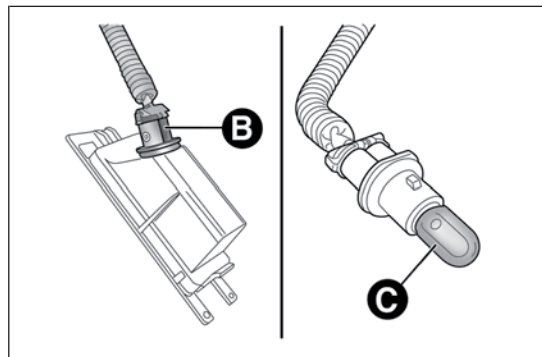

РИС. 143
- поверните по часовой стрелке патрон В РИС. 143, выньте и замените лампу С;